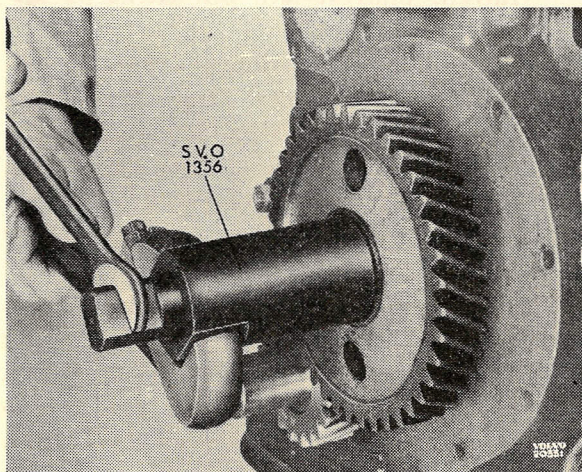
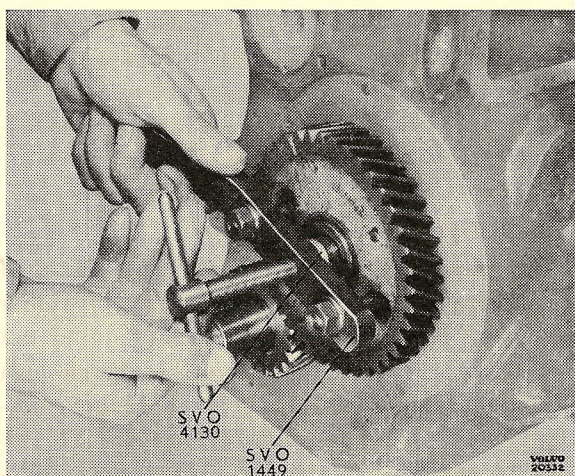

Bild 37.
Bild 42.
Skall endast kamaxelhjulet bytas behöver ej kamaxeln lyftas ut. Lossa härvid vikbricka och mutter samt drag av hjulet med SVO 1449 samt centrumtapp SVO 4130, bild 42. För hjul av sen. utf. med tre hål, användes SVO 2250. Det nya drevet monteras med SVO 1356 eller SVO 1356 A, bild 37.
10. Kontrollera att märkningen på transmissionsdrevet stämmer. Drag därefter av kamaxelhjulet med SVO 1449 och centrumtapp SVO 4130 (bild 42). För hjul av sen. utf. med 3 hål användes SVO 2250.